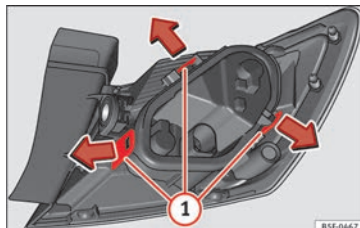

Fig. 112 Linguetas de fixação na parte posterior da unidade de luz traseira.
- Desmonte o porta-lâmpadas » **Fig. 112** desbloqueando as linguetas de fixação ①.